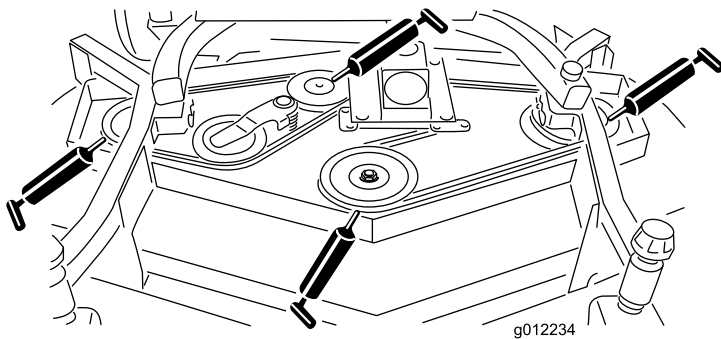

図 16
- ・ スピンドルのシャフトのベアリング3ヶ所プーリの下(図 16)
- アイドラームのシャフトのベアリング (図 16)